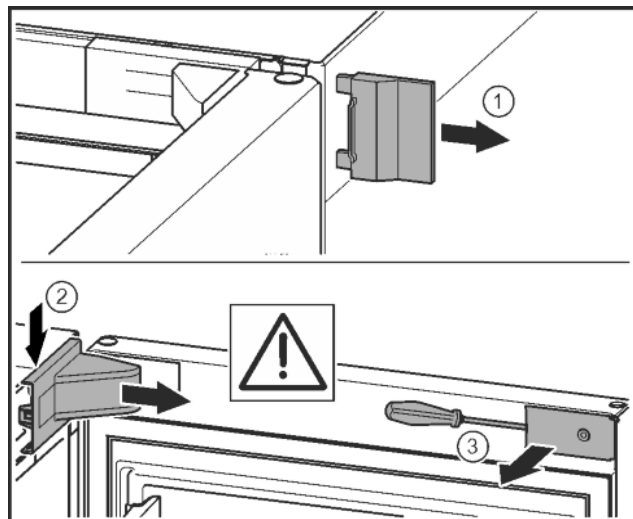

Fig. 10
- Odoberte vonkajší kryt. Fig. 10 (1)
- Odistite a uvoľnite kryt ložiskovej konzoly. Odoberte kryt ložiskovej konzoly. Fig. 10 (2)
- Kryt odistite plochým skrutkovačom a vyklopte nabok. Fig. 10 (3)